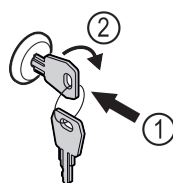

Fig. 133 Voorbeeld
- Sleutel erin duwen Fig. 133 (1).
- Sleutel 90° rechtsom draaien Fig. 133 (2).